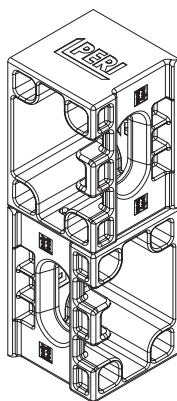

Fig. B5.09a
- Angles intérieurs, (fig. B5.09a)